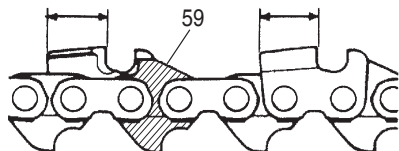

Fig. 50
- 5) Conservez la même longueur à tous les maillons-gouge. (Fig. 50)
- Ne limez ni ne modifiez la partie supérieure des maillons d'entraînement de la griffe (59) et des courroies de protection (60) (Fig. 50, 51).